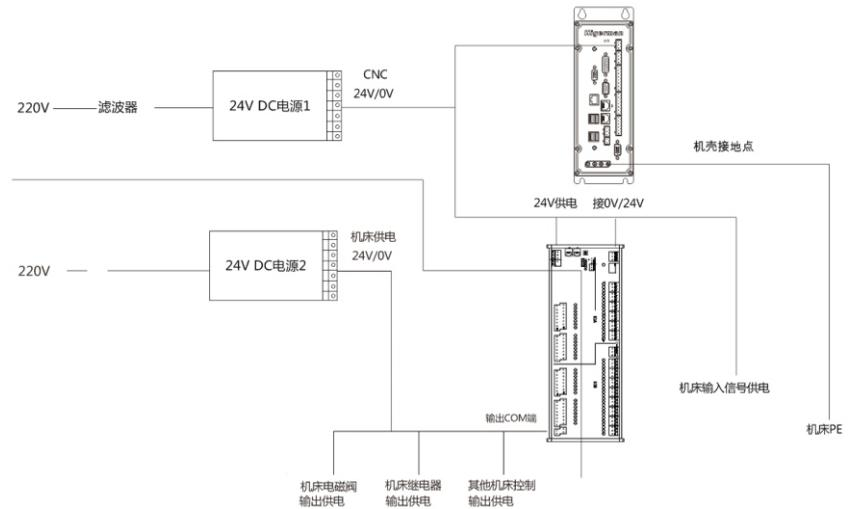

图3-3 主机电源分布图
- 3、电气柜内其它24V设备(如电磁阀、工作照明灯、RL8051模块输出部分的电源)另外安装一台24V电源供电(如图3-3)。